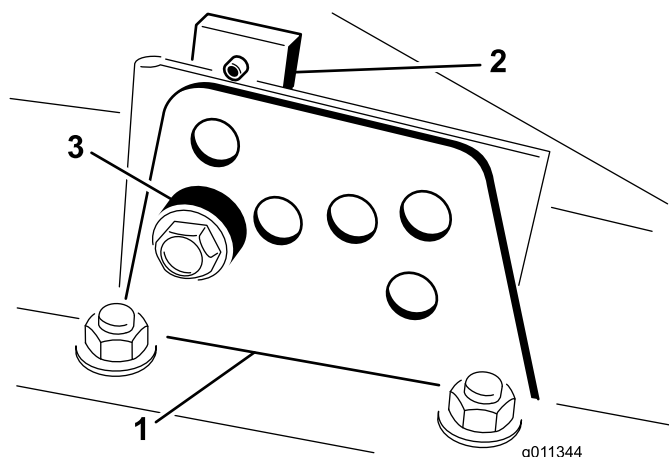

Bild 20
2. Lockern Sie die Schrauben, mit denen die Schnitthöhenhalterungen an der Schnitthöhenplatte (vorne und an beiden Seiten) befestigt sind, siehe (Bild 20).
4. Entfernen Sie das Distanzstück, während Sie gleichzeitig die Kammer abstützen (Bild 20).